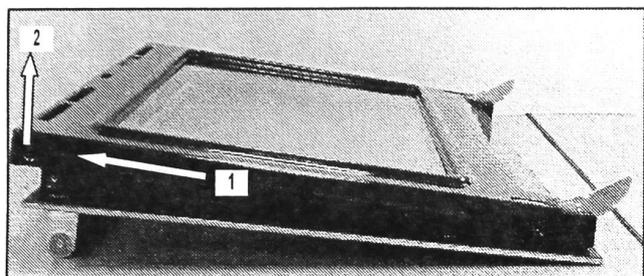

FIGURE 8
12. Tirer le cadre de la porte vers l'avant et le dégager du panneau de porte en le soulevant vers le haut. Voir Figure 8.